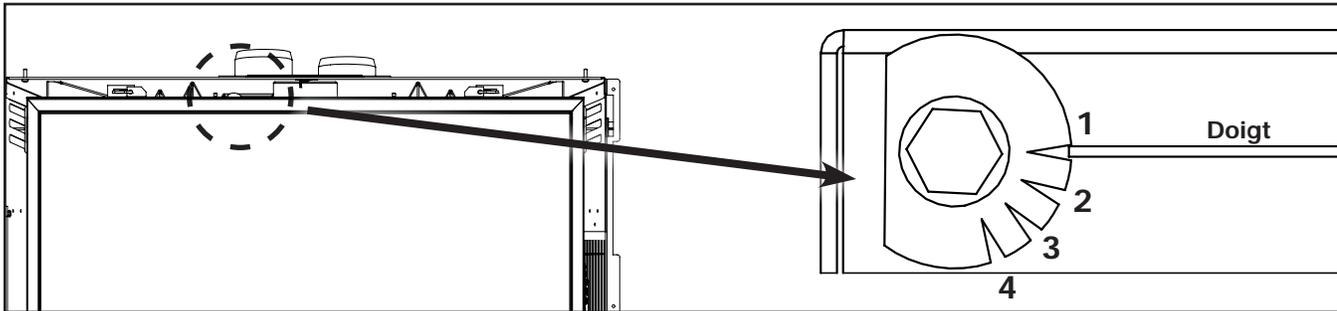

Figure 27: Réducteur d'échappement
8. Réinstallez le brûleur, bûches, et porte en verre. Reportez-vous également à L'INSTALLATION SECONDAIRE - INSTALLATION DE BÛCHES. Lorsque vous réinstallez le brûleur, assurer vous que le capot du veilleuse et le brûleur est similaire à ce qui est montré à la Figure 27.
12. Rallumer la veilleuse et confirmer la flamme couvre correctement le capteur de flamme (voir Figure 27). Si la veilleuse nécessite un réglage, tournez la vis de réglage (figure 37, page 29) dans le sens horaire pour diminuer ou anti-horaire pour augmenter jusqu'à ce que la flamme est atteint.